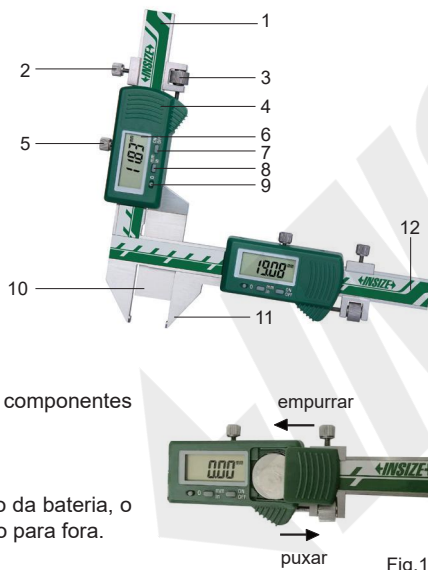

Fig.1
- Remova a tampa da bateria (fig. 1).